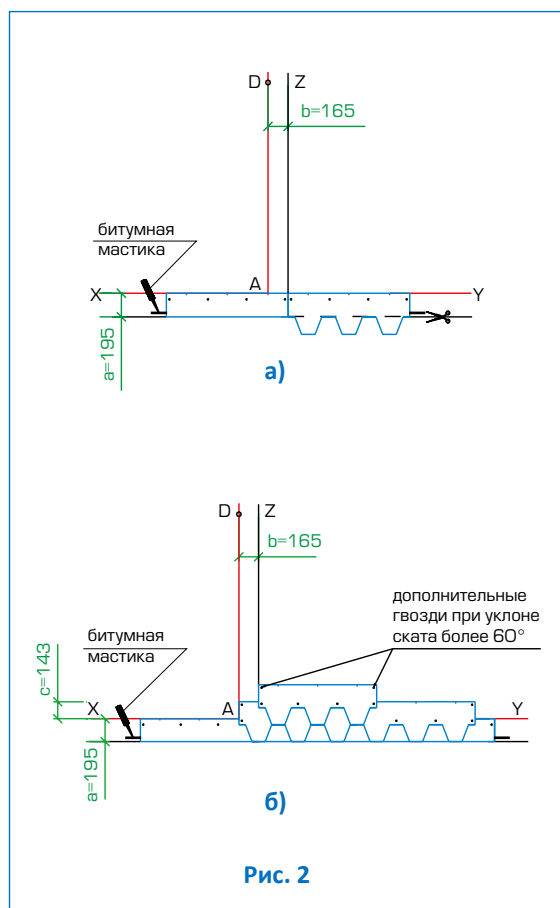

Рис. 2
### Укладка материала (рис. 2)
- Начальный ряд формируется из листов черепицы СМАЛЬТО с обрезанными лепестками. Полученные таким образом полосы шириной 19,5 см укладываются по линии карниза в обе стороны от линии Z (рис. 2а) и фиксируются по нижнему краю битумной мастикой, а по верхней кромке 4 гвоздями (ось гвоздей на 5 см ниже верхнего края полосы);
- далее первый ряд черепицы укладывается от линии AD (рис. 2б);
- второй ряд укладывается от линии Z (со смещением 16,5 см от AD) (рис. 2б);
Каждый лист гибкой черепицы СМАЛЬТО крепится 4 гвоздями таким образом, чтобы гвоздь прошивал и верхний край низлежащего листа черепицы (рис. 2б).